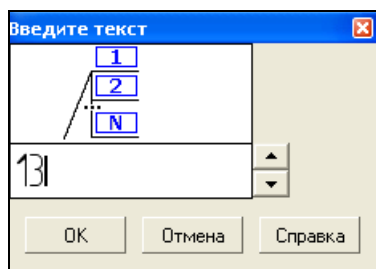

Рис. 14.5. Диалоговое окно **Введите текст** в режиме простановки позиций
- щелкните ЛК мыши по вкладке **Знак**. В поле **Текст** по умолчанию стоит **1**. Для изменения номера позиции и введения дополнительной позиции щелкните ЛК мыши. Система выведет диалоговое окно **Введите текст** (рис. 14.5). В главном окне показана структура надписи обозначения позиций;